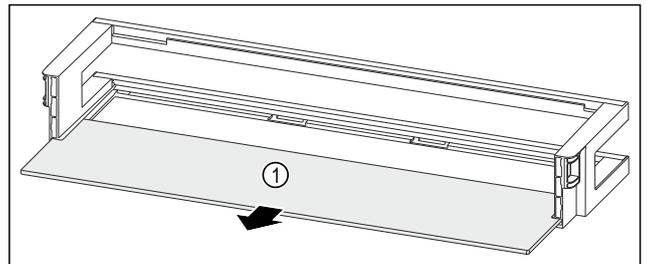

Fig. 84 Balconcino controporta con ripiano
- ▶ Rimuovere il ripiano Fig. 84 (1).